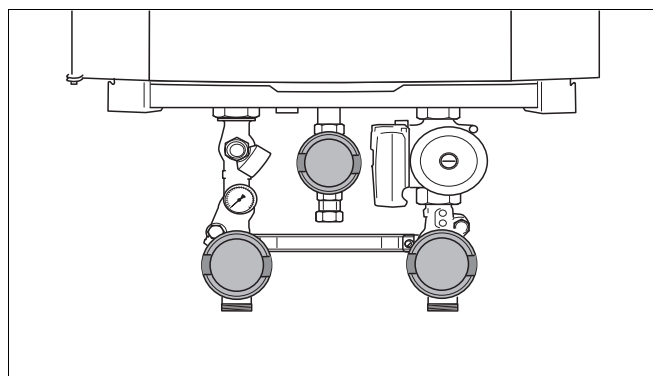

Fig. 96 Hanerne lukkes (her: stillingen "lukket")
- Luk gashanen (fig. 96).
- Luk vedligeholdelseshanerne (fig. 96).